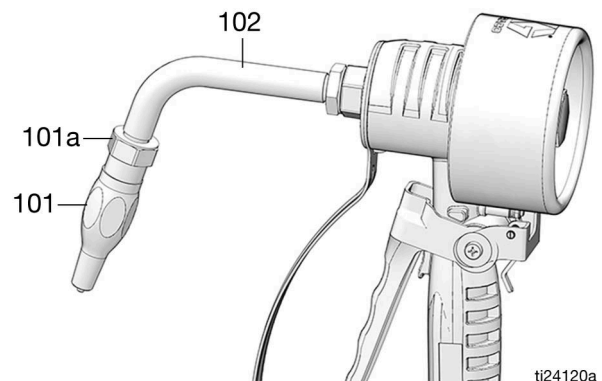

FIG. 7
- a. Inserire l'ugello (101) sulla prolunga (102) come illustrato in FIG. 7.
- b. Servirsi di una chiave regolabile a forchetta sulle parti piatte della boccola dell'ugello (101a) (FIG. 7) per serrare il raccordo.